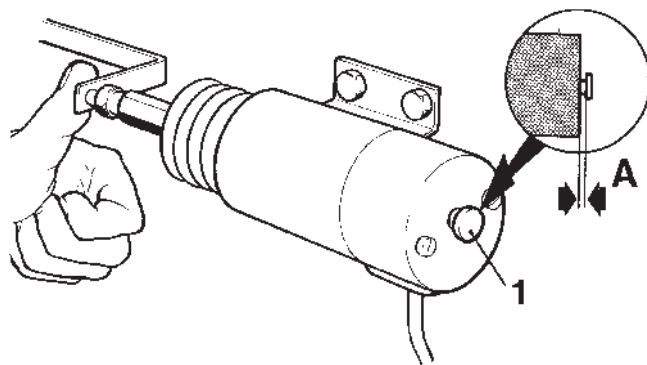

Fig. 174 Contrôle de l'écartement des contacts, électro-aimant d'arrêt SEM
2. Enfoncer à la main la tige de commande de l'électro-aimant et vérifier que la butée d'arrêt (axe) 1, fig. 174 sur le côté arrière de l'électro-aimant dépasse d'environ 1,5 à 2 mm lorsque la tige de commande est entièrement enfoncée.